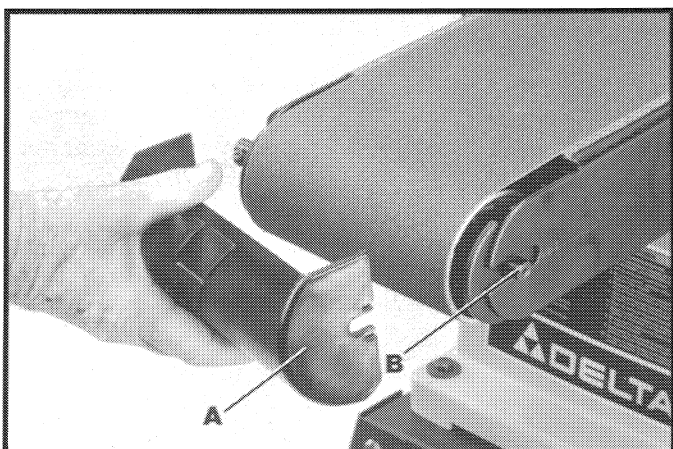

Fig. 39
El protector superior del tambor de lijado (A) Fig. 39 se puede quitar fácilmente, de ser necesario, durante el lijado de materiales con curvas interiores en el tambor de transmisión o durante el cambio de correas.
1. Sencillamente tire del protector (A) hacia afuera.
2. Luego de haber completado la operación de lijado, o de haber cambiado la correa, reponga el protector (A) Fig. 39 sobre los dos gornones (B), de los cuales se enseña uno.